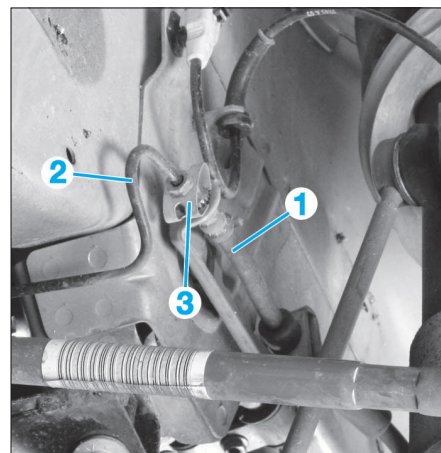

FIG. 9
- Débrancher le flexible de frein (1) de la canalisation rigide (2) et récupérer le cavalier (3) (Fig.9).